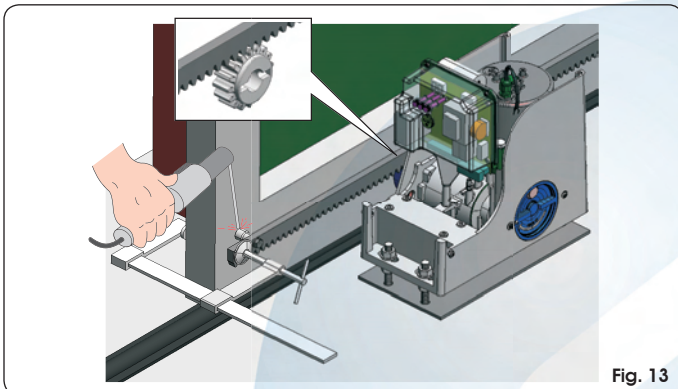
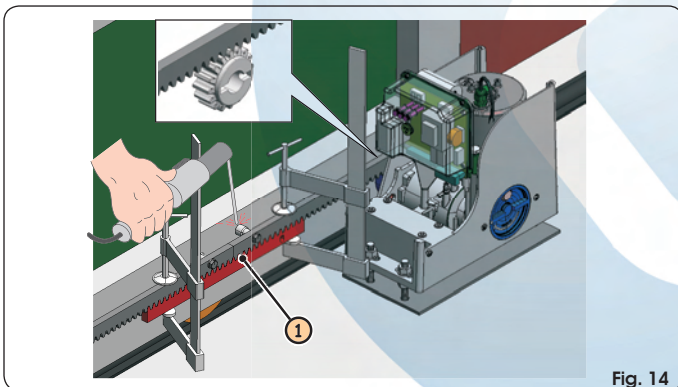

Fig. 13
Fig. 14
- ① Monteer de drie palletjes met schroefdraad op het element van de tandheugel door ze boven in de uitsparing te plaatsen. Hierdoor zal het door de speling in de uitsparing in de loop der tijd mogelijk blijven eventuele bijstellingen uit te voeren.
- ② Zet de vleugel met de hand helemaal open.
- ③ Leg het eerste stuk van de tandheugel vlak op het tandwiel, en las het palletje met schroefdraad op de poort zoals aangegeven in Fig.13.
- ④ Beweeg de poort met de hand, controleer of de tandheugel tegen het tandwiel zit, en las het tweede en derde palletje vast.
- ⑤ Zet een ander element van de tandheugel naast het vorige, en gebruik daarbij een stuk van de tandheugel om de verandering van de twee elementen op elkaar af te stemmen, zoals in Fig.14 ref. ①.
- ⑥ Beweeg de poort met de hand en las de drie palen met schroefdraad, en ga zo verder tot u de hele poort langs bent geweest.
- ① Zet de vleugel met de hand helemaal open.
- ② Leg het eerste stuk van de tandheugel vlak op het tandwiel en plaats het afstandsstuk tussen tandheugel en de rand van de poort. Controleer met een waterpas of de tandheugel horizontaal is, en markeer met een pen waar moet worden geboord.
- ③ Boor een gat  $\varnothing 6,5$  mm en maak mannelijk schroefdraad voor M8. Draai de bout vast.
- ④ Beweeg de poort met de hand, controleer of de tandheugel tegen het tandwiel zit, en herhaal de handelingen vanaf punt ③.
- ⑤ Zet een ander element van de tandheugel naast het vorige, en gebruik daarbij een stuk van de tandheugel om de verandering van de twee elementen op elkaar af te stemmen (Fig. 14 ref. ①).
- ⑥ Beweeg de poort met de hand, en ga verder met het bevestigen zoals bij het eerste element; ga door tot u de hele poort langs bent geweest.